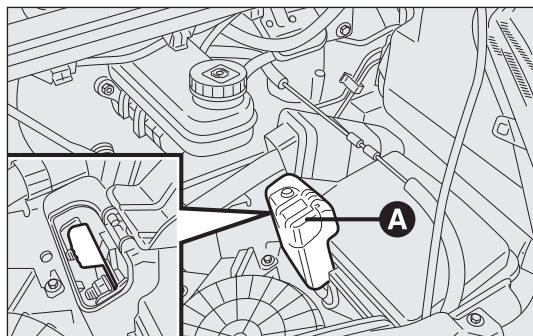

fig. 152
- sollevare lo sportellino A per rendere reperibile il collegamento al polo positivo della batteria fig. 152.